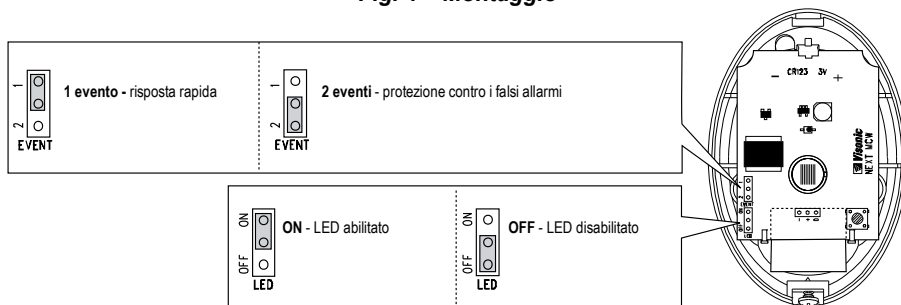

Fig. 5 - Settaggio Jumpers
5. Settaggio Jumper - vedere fig. 5.